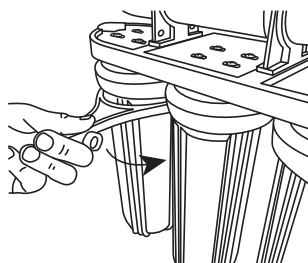

Рис. 22
5.9.1. Подтяните без усилия, до упора три колбы фильтров первых ступеней очистки с помощью ключа входящего в комплект (Рис. 22).